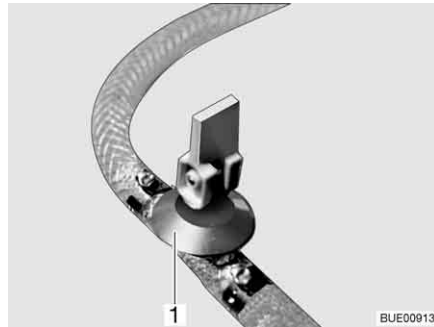

Fig. 176 Robinet de vidange
- Fermer le(s) robinet(s) de vidange. Placer le levier à bascule (Fig. 176,1) en position horizontale.
- Ouvrir le(s) robinet(s) de vidange (Fig. 176). Pour cela, placer le levier à bascule (Fig. 176,1) en position verticale. Le chauffe-eau se vide à l'extérieur.